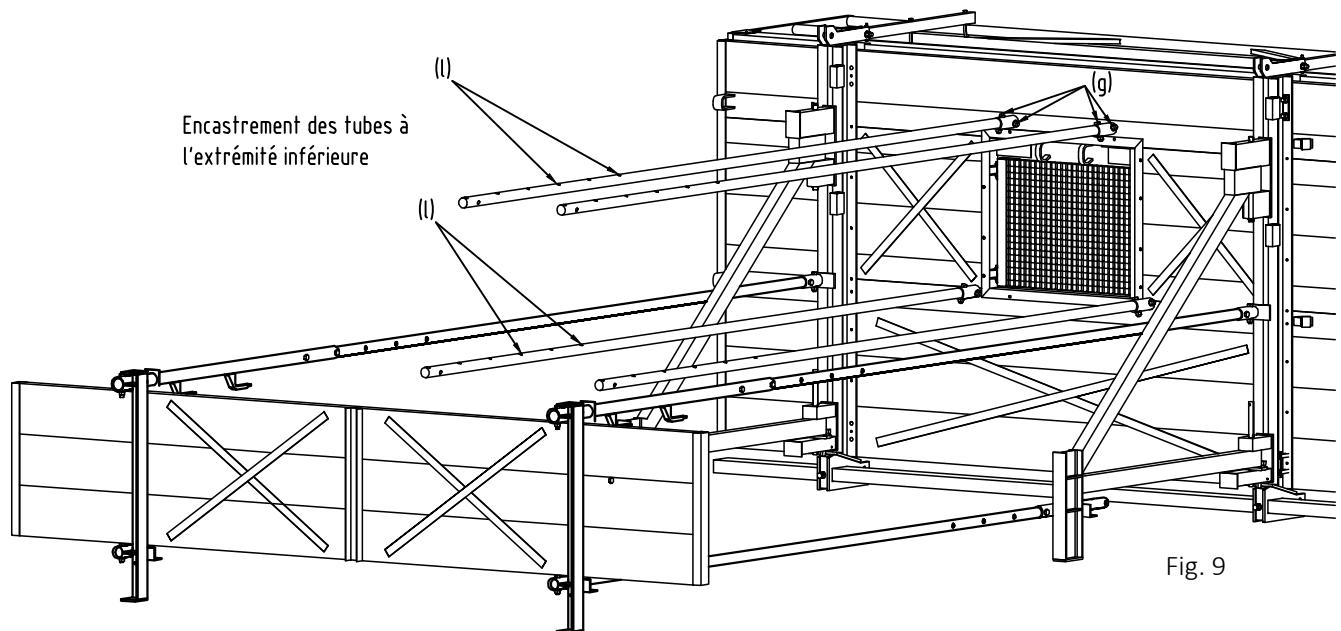

Fig. 9
- Fixer les tubes sur consoles avec chacun 2 vis M16x80 (g) en respectant l'implantation d'encastrement (voir fig. 9).